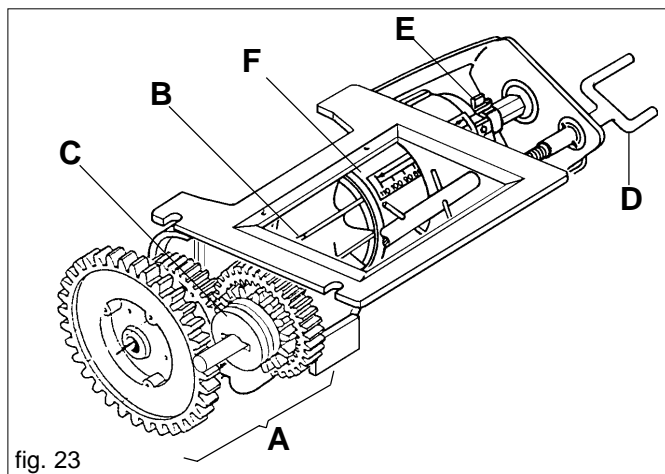
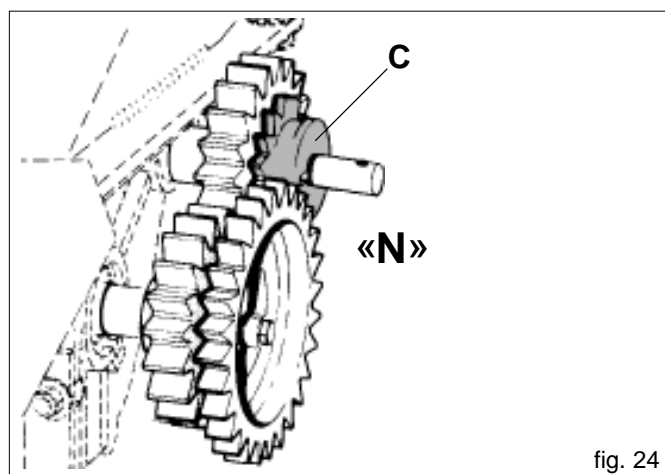
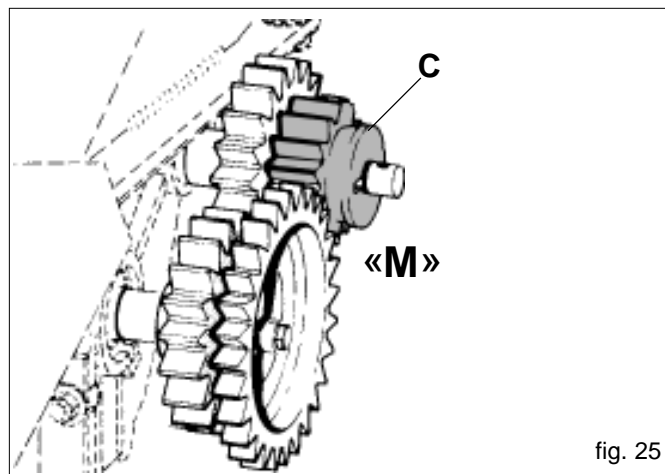
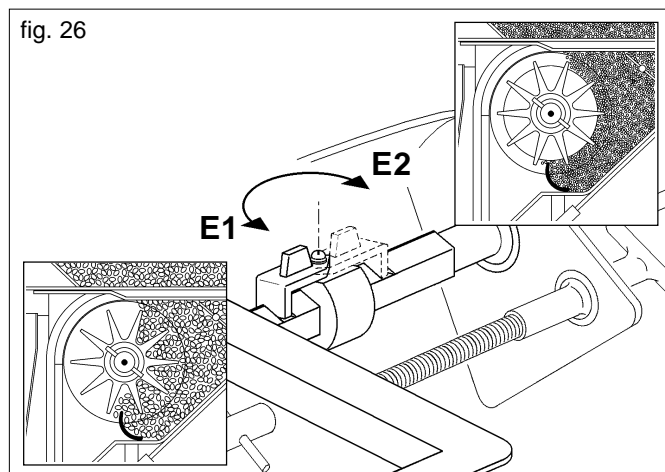

fig. 23
fig. 24
fig. 25
fig. 26
Il dosatore (Fig. 23), organo principale per il funzionamento della seminatrice, è posizionato sotto il serbatoio delle sementi. Riceve il moto dalla ruota di trasmissione per mezzo di ingranaggi (con rapporto proporzionale alla larghezza di lavoro) e catene. Composto da un cambio (A Fig. 23), permette due rapporti di trasmissione al rullo distributore (B) variando la posizione della ruota dentata rossa (C Fig. 24, 25). Nella posizione «N» (Fig. 24), il rapporto al cambio è di 1:1 dettato dalla coppia di ruote dentate Z19; spostando la ruota (C) in «M» (Fig. 25), il rullo distributore dimezzerà i propri giri, in quanto la trasmissione viene composta dalla ruota motrice rossa Z14 e ruota condotta Z28. Eseguendo una prova di dosaggio come descritto nel capitolo 3.4.2 si noterà che, rispetto ad una prova con rapporto 1:1, la quantità di prodotto distribuita risulterà dimezzata (vedi Tabella 5).
La molla di blocco (E Fig. 23) permette di modificare il campo d'apertura della saracinesca e contemporaneamente la portata del rullo dosatore. La posizione «E1» (Fig. 26) consente un'apertura della saracinesca sulla scala graduata da 0 a 110 con la massima capacità di distribuzione del rullo dosatore; viceversa nella posizione «E2» un'apertura della saracinesca da 0 a 25 e con una riduzione della portata del rullo.
La **quantità di semente** che deve essere distribuita per ettaro, viene regolata dall'apparecchio di dosaggio (Fig. 23) regolando la saracinesca (F) per mezzo dell'asta a vite (D). Le posizioni della scala di dosaggio (rispetto al riferimento A Fig. 28) corrispondono ai valori della tabella di regolazione nella colonna di sinistra (Tabella 5 pag. 18).